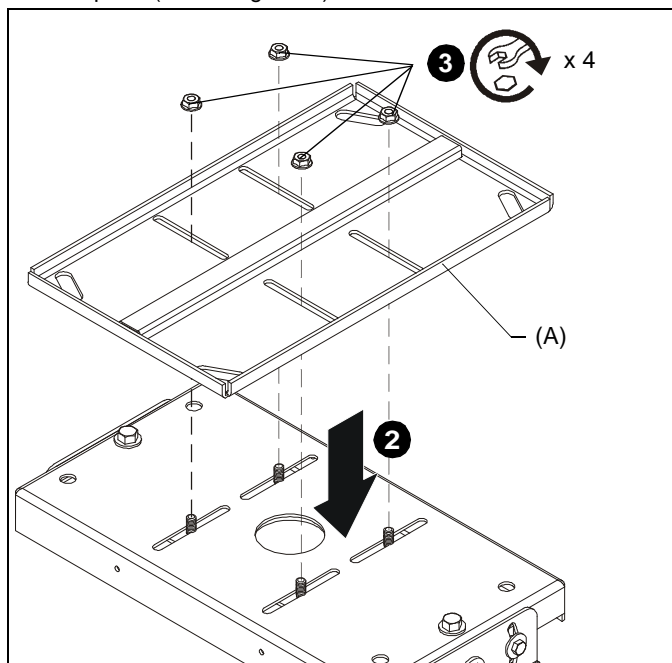

Figure 2
3. Placez le système de montage LPK1 (A) ouvert côté orienté vers le haut sur la partie supérieure du VCM, en insérant les montants du VCM dans les fentes du LPK1. (voir la Figure 2)
4. Serrez le LPK1 (A) à l'aide des quatre écrous retirés à l'étape 1. (voir la Figure 2)